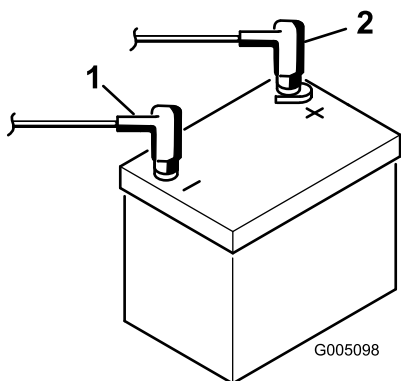

図 6
2. スタータからの赤いケーブルを端子に固定する (図 6)。レンチで締め付けて固定し、ワセリンを塗布する。運転席を一番後ろの位置にセットしたときでも運転席がケーブルに干渉しないことを確認する。干渉するとケーブルが破損する。